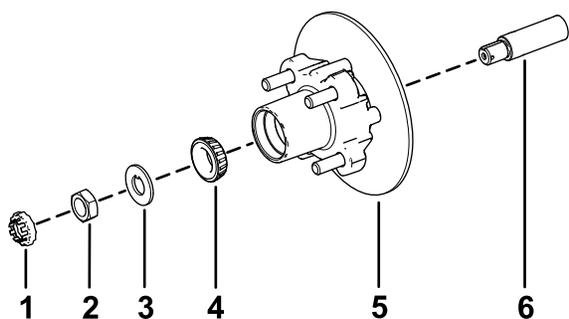

Рисунок 36
- Нанесите тонкий слой консистентной смазки указанного типа на ось (Рисунок 36).
- Установите ступицу и тормозной диск на ось так, чтобы тормозной диск был внутри (Рисунок 36).
- Установите наружный подшипник на ось и в наружное кольцо (Рисунок 36).
- Установите стопорную шайбу на ось (Рисунок 36).
- Наверните гайку шпинделя на шпиндель и затяните гайку с моментом 15 Н·м, поворачивая ступицу так, чтобы подшипник был посажен на место (Рисунок 36).
- Совместите тормозные колодки с обеих сторон тормозного диска (Рисунок 32) с отверстиями в кронштейне суппорта и отверстиями в креплении тормоза на цапфе (Рисунок 36).